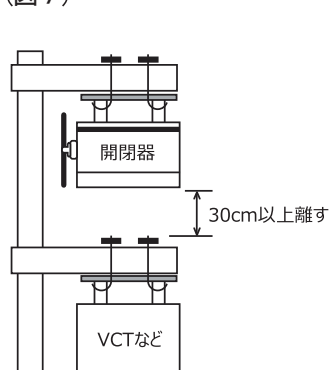

図6
- ④開閉器の下にVCTなどを取付けられる際は、開閉器底面より30cm以上離して取付けてください。(図6)